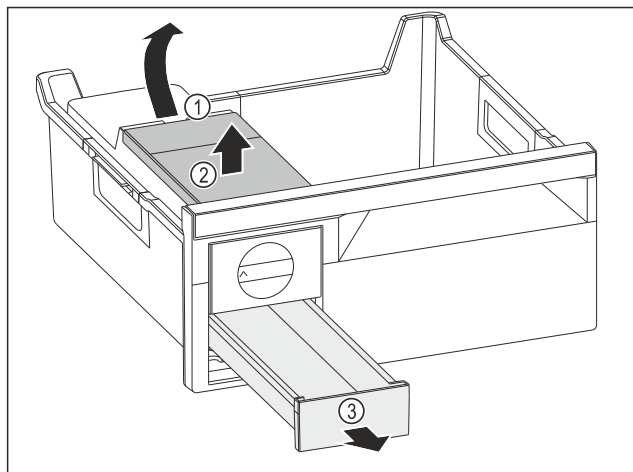

Fig. 123
- ▶ 取出水箱：从凹槽 Fig. 123 (1) 抬起水箱。
- ▶ 朝上取出水箱 Fig. 123 (2)。
- ▶ 朝前取出冰块抽屉 Fig. 123 (3)。